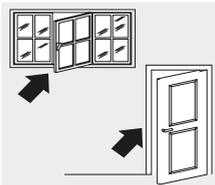

Рис. 13
1. Закройте окна и двери в помещении с кондиционером (рис. 13). При установке прибора на длительный период времени, следует оставить входную дверь слегка приоткрытой (на 1 см), чтобы обеспечить правильную воздушную вентиляцию.